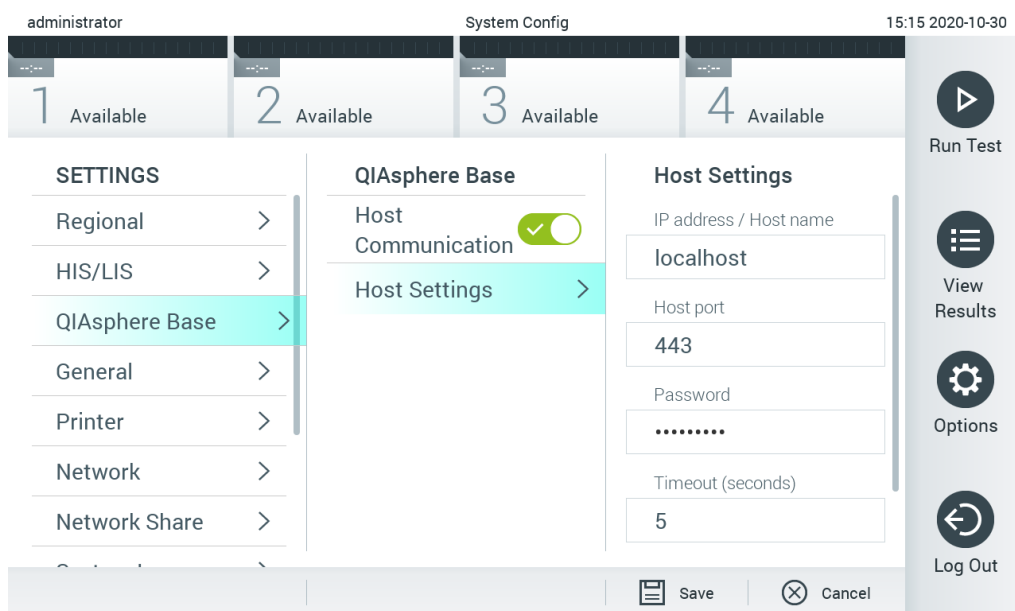

Figura 73. Configurarea conexiunii cu QIASphere Base.
2. Selectați **QIASphere Base** din lista de setări din coloana din stânga (Figura 73).